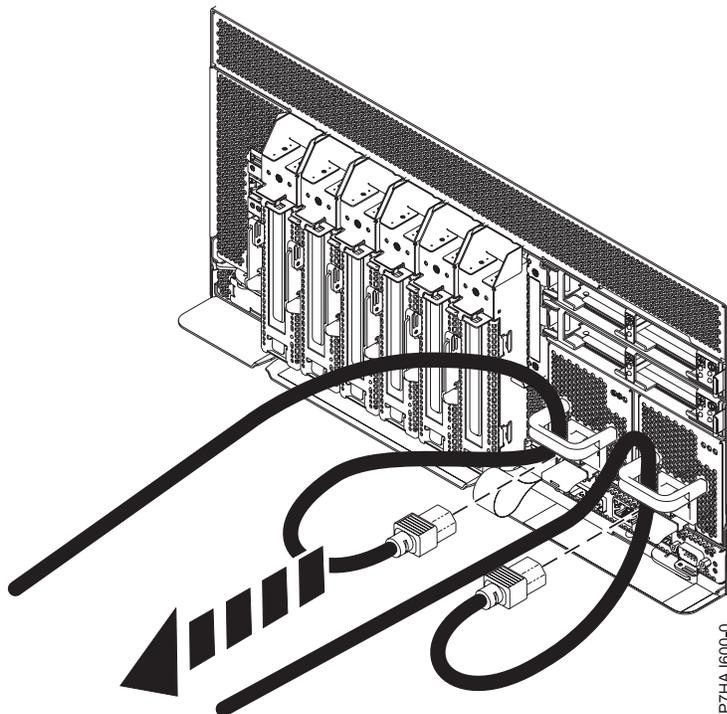

Figura 23. Quitar los cables de alimentación
3. Desconecte los cables de alimentación de la unidad del sistema como se muestra en la Figura 23.